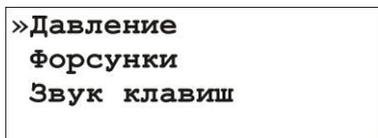

Рисунок 4.1 – Экран главного меню режима настройки
Для перехода в режим настройки (рис. 4.1) необходимо, находясь в режиме выбора форсунки, нажать клавишу .
1. В главном меню режима настройки (рис. 4.1) клавишами Δ, ∇ выбрать пункт "Давление" и нажать клавишу \checkmark .
1. В главном меню режима настройки (рис. 4.1) клавишами Δ , ∇ выбрать пункт "Давление" и нажать клавишу .
1. В главном меню режима настройки (рис. 4.1) клавишами **Δ, ▽** выбрать пункт "Форсунки" и нажать клавишу **✓**.